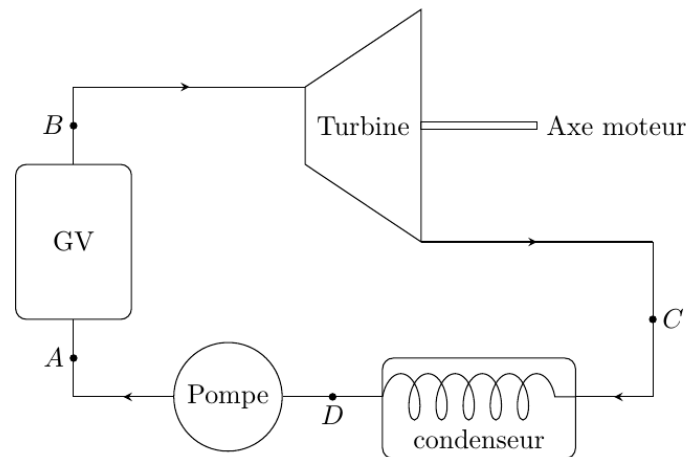

Figure 4 – Cycle de Rankine.
**Partie A : Cycle de Rankine** L'eau du circuit secondaire subit les transformations suivantes, représentées figure 4 :